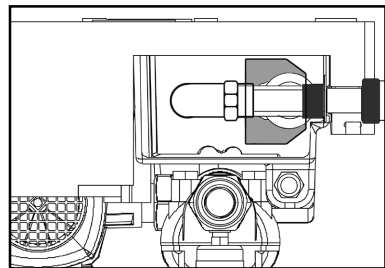

Bild 7
- **Das Schwimmerventil bei der Installation der Trinkwasserleitung nicht verdrehen oder verbiegen, ggf. an den entsprechenden Schlüssel­flächen des Schwimmerventils gehalten, siehe Bild 7 (schwarz eingefärbt)!**
- Der Auftriebskörper des Schwimmerventils muß senkrecht im Trinkwasserbehälter ausgerichtet sein, siehe Bild 7 (hellgrau eingefärbt)!